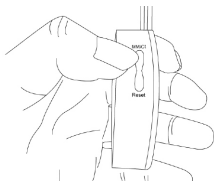

Fig. 2.3
- Pulse MM/Ct (**Fig. 2.3**) para convertir entre dimensión en milímetros o peso en quilates
- Cierre lentamente el mecanismo de deslizamiento (**Fig. 2.5**), la lectura se mostrará directamente en la ventana de visualización. Pulse MM/Ct (**Fig. 2.3**) para convertir entre dimensión en milímetros o peso en quilates